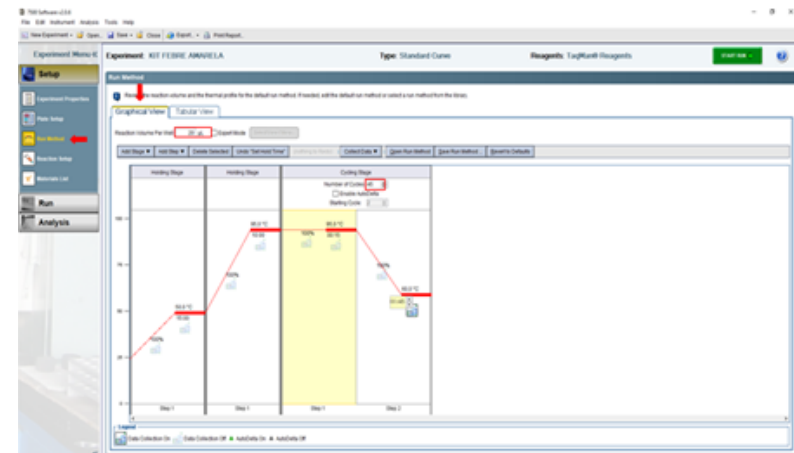

Figura 06: Página **Run Method** da seção **Setup**.
- No submenu **Run Method**, aba **Graphical View**, alterar o volume de reação para **20 µL** em **Reaction Volume Per Well**, conforme Figura 06